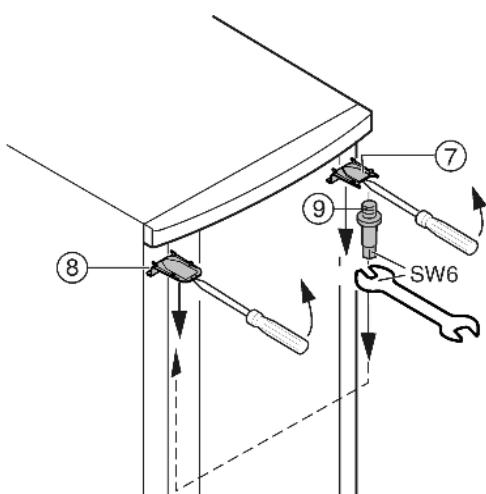

Fig. 7
- ▶ Подвесьте верхнюю часть двери на опорный палец Fig. 7(9).
- ▶ Верхнюю крышку Fig. 7 (7) и крышку Fig. 7 (8) с помощью отвертки выведите вперед из фиксатора и снимите, наклоняя вниз.
- ▶ Выкрутите опорный палец Fig. 7 (9) и вкрутите на противоположной стороне (**с моментом 4 Нм**).
- ▶ Снова установите крышку Fig. 7 (7) на стороне опорного пальца: насадите сзади, защелкните спереди.
- ▶ Установите крышку Fig. 7 (8) на противоположной стороне: насадите сзади, защелкните спереди.